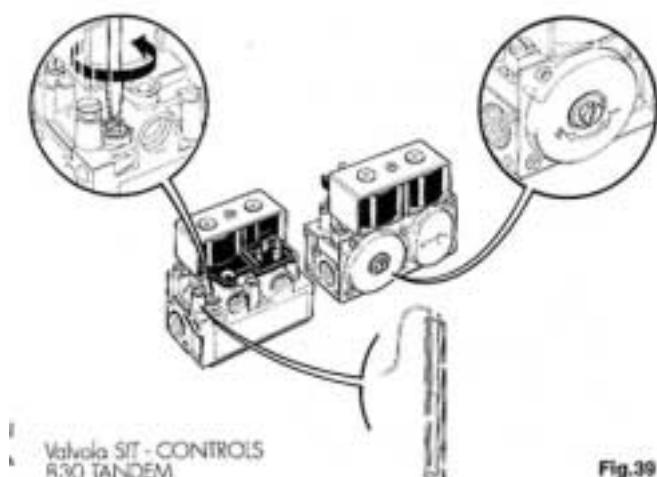

Fig.39
- Actionat suruburile notate cu simbolurile "+" si "-", pentru a regla presiunea maxima: INSURUBATI pentru A MARI, DESURUBATI pentru A REDUCE. Pentru a regla presiunea minime actionati surubul aflat pe laterala electrovalvei: daca-1 INSURUBATI preiunea CRESTE, iar daca-1 DESURUBATI acesta se REDUCE, asa cum se poate observa si din Fig. 39
- Pentru a verifica preiunea stabilita utilizati un manometru pe care-l introduceti la locul de masurare a presiunii ca in Fig. 39